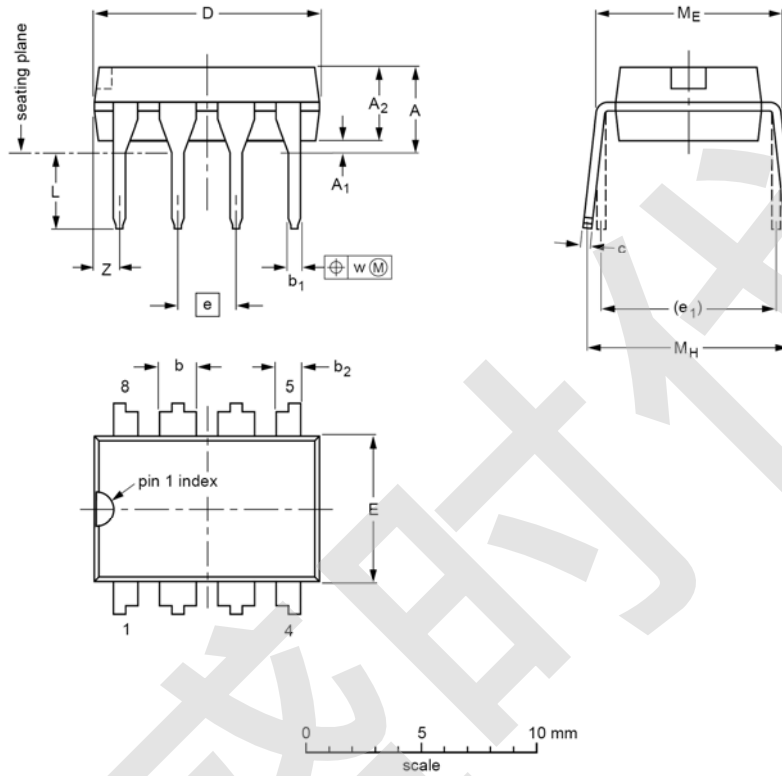

图 20 DIP-8
- DIP8——8 脚塑料双列直插封装, 请参见图 20。
表 32 图 20 的尺寸说明 (英寸数是从毫米尺寸换算出来的)